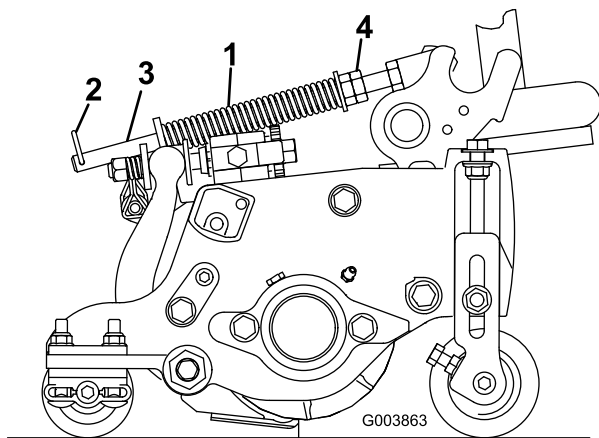

Bild 13
1. Stellen Sie sicher, dass der Lastösenbolzen in das hintere Loch in der Federstange eingesetzt ist (Bild 13).
2. Ziehen Sie die Sechskantmuttern vorne an der Federstange an, bis die komprimierte Länge der Feder 12,7 cm beträgt (Bild 13).